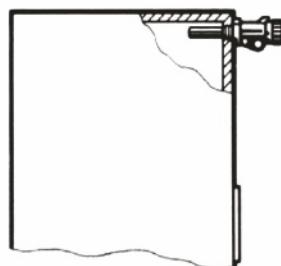

Рис. 6
- рис. 6. Горизонтальная установка.
В случае горизонтальной установки (рис. 6) используйте белые цифры.